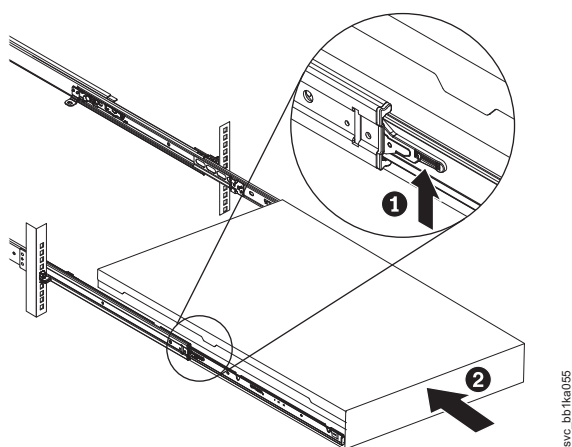

図 224. ラックのスライド・レールの SAN ボリューム・コントローラー 2145-CF8 または 2145-CG8 ロック・レバーを上げる
8. スライド・レール上のロック・レバー (図 224 の **1**) を上げて、サーバー **2** を、所定の位置にカチッと音を立てて収まるまで、ラック内に完全に押し込みます。